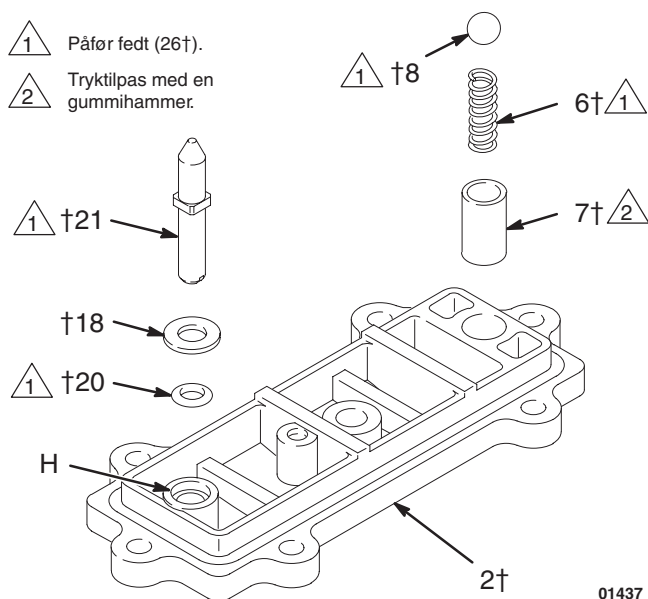
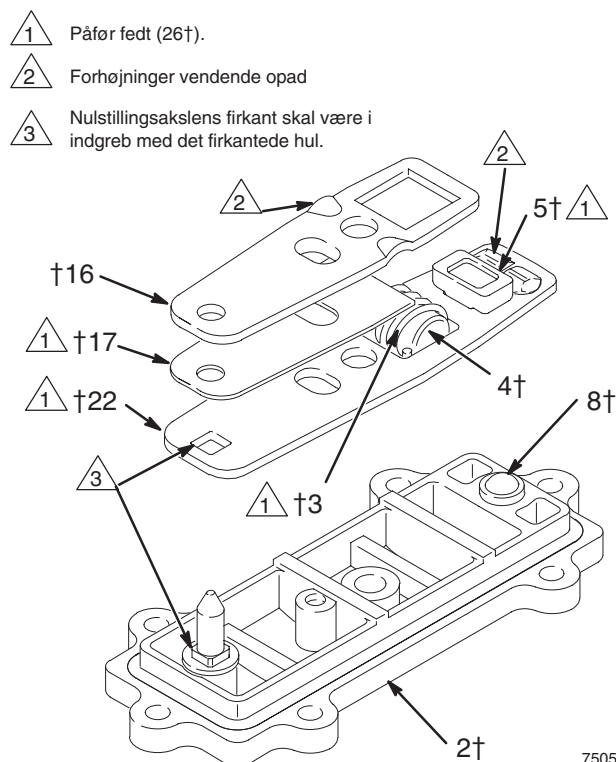

Fig. 12
Fig. 13
1. Hvis styret (7) har været afmonteret, monteres der forsigtigt et nyt styr i et nyt dækslet (2) med en gummihammer. Se Fig. 12.
2. Smør fedt på fjederen (6), og sæt den i styret (7). Smør kuglen (8), og monter den på fjederen.
3. Smør fedt på O-ringen (20), og monter den i hullet (H) i dækslet (2). Se Fig. 12. Skub skiven (18) på den stumpe ende af nulstillingsakslen (21). Sæt akslen gennem dækslet (2), indtil den er lejret korrekt.
4. Påfør fedt på fjederen (3): Anbring forbindelsesstoppet (4) inde i fjederen.
5. Påfør fedt på låseforbindelsen (22) og forbindelsens afstandsstykke (17). Saml låseforbindelsen, forbindelsens afstandsstykke og skiftepladen (16) som vist på Fig. 13. Forhøjningerne på forbindelserne (22 og 16) skal vende opad.
6. Tryk fjederen (3) sammen, og monter den og stoppet (4) i forbindelsesenheden. Fjederspændingen vil holde alle disse dele sammen. Påfør fedt på ventilsålen (5) og monter den i forbindelsesenheden som vist.
7. Monter forbindelsesenheden på dækslet (2), således at den spidse ende af nulstillingsakslen (21) passer gennem hullerne i forbindelserne og den firkantede del af akslen går i indgreb med det firkantede hul. Sørg for at forhøjningerne på låseforbindelsen (22) går i indgreb med kuglen (8).